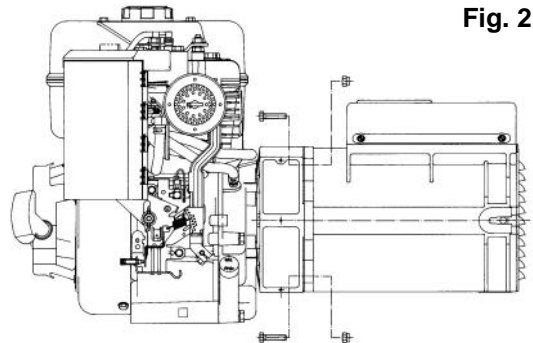

Fig. 2
-) bloccare l'alternatore sul coperchio fissando i quattro dadi M8 sui tiranti, applicando una coppia di pari a $16 \pm 7\%$ Nm (fig. 2).
-) lock the alternator into the cover by fixing the four M8 nuts onto the bolts, applying a tightening torque of $16 \pm 7\%$ Nm (fig. 2).
-) bloquer l'alternateur sur le couvercle en fixant les quatre écrous M8 sur les tirants, en appliquant un couple de serrage de $16 \pm 7\%$ Nm (fig. 2).
-) den Umwandler auf dem Deckel befestigen und ihn mit Hilfe der vier Schraubmutter M8 an den Zugstangen befestigen bei Aufbringen eines Anzugsmoments von $16 \pm 7\%$ Nm (Abb. 2).
-) sujete el alternador en la tapa fijando las cuatros tuercas M8 en los tirantes, aplicando un par de torque de $16 \pm 7\%$ Nm (fig. 2).